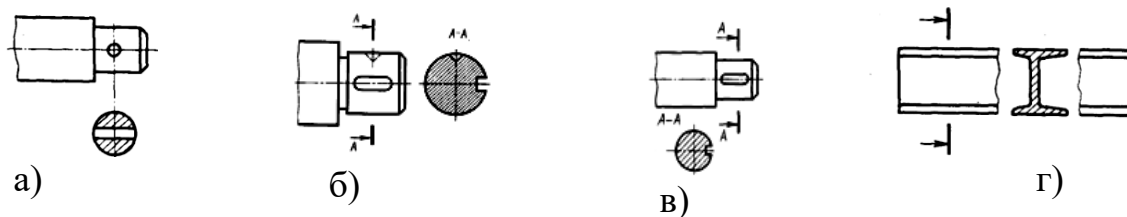

Рисунок 3.11 - Виды сечений
- на продолжении следа секущей плоскости (рисунок 3.11, а);